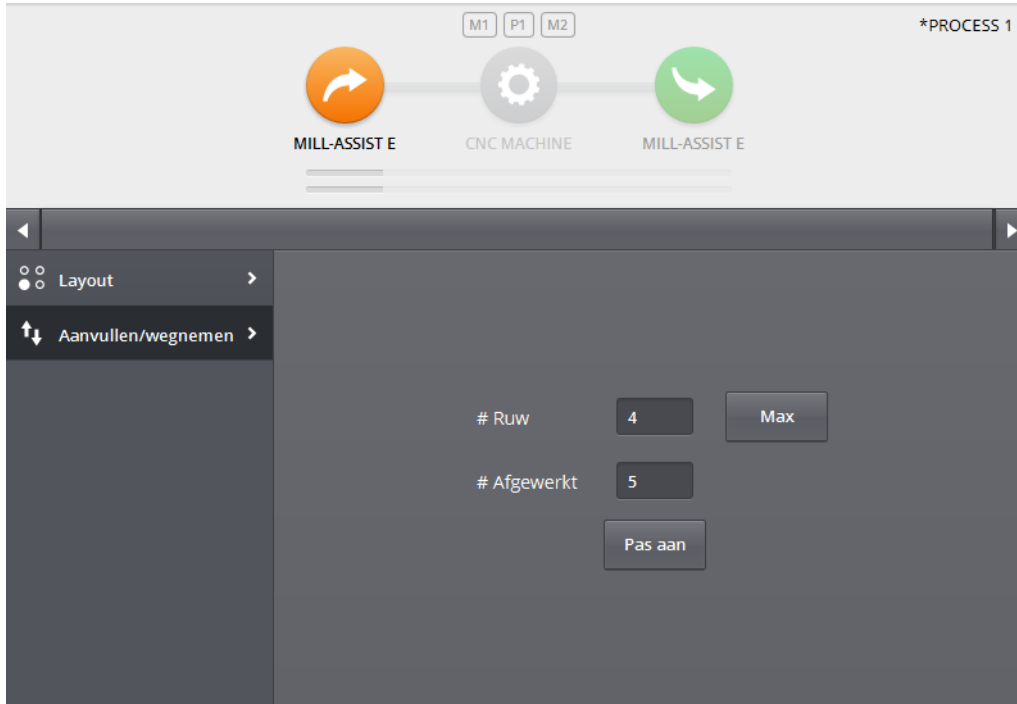

Figure 62 - Exemple de remplissage/retrait (1)
) illustre un exemple comportant le positionnement d'une quinzaine de pièces brutes sur l'équipement concerné. Dans ce cas particulier, l'équipement considéré est exclusivement affecté à la prise en charge de pièces brutes. Si l'équipement considéré est également affecté à la prise en charge de pièces finies, le logiciel affiche aussi un champ de saisie relatif aux « # Pièces finies ». Il convient d'observer que si l'on complète le nombre des pièces brutes, il faut toujours commencer par le haut. Les pièces finies seront toujours complétées à partir de la position 1 comme le montrent clairement la Figure 62 - Exemple de remplissage/retrait (1)